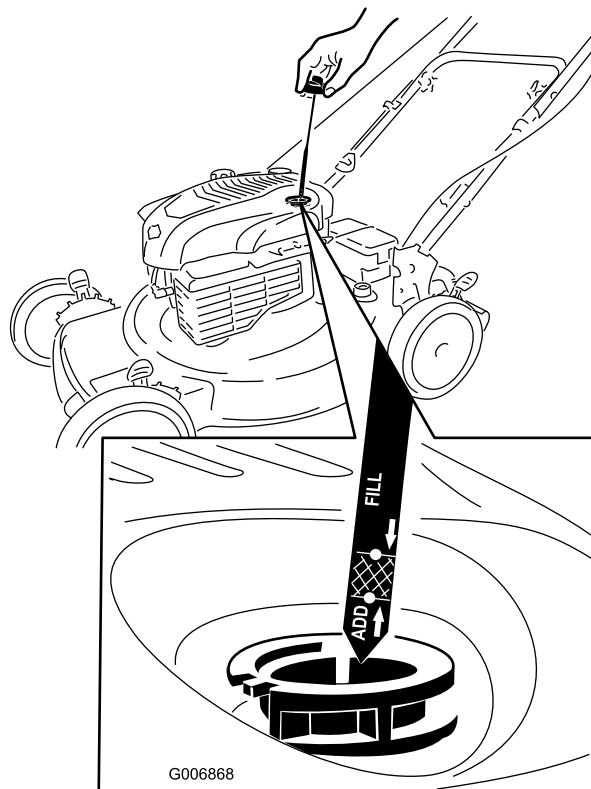

Figure 10
1. Retirez la jauge, essuyez-la sur un chiffon et remettez-la dans le goulot de remplissage (Figure 10).
2. Sortez de nouveau la jauge et contrôlez le niveau d'huile (Figure 10). Si le niveau n'atteint pas le repère **minimum** (Add) de la jauge, versez **lentement** suffisamment d'huile dans le goulot de remplissage pour faire monter le niveau au repère **maximum** (Full). **Ne remplissez pas excessivement.** (Remplissage max. : 0,59 l (20 onces), type : huile détergente SAE 30 de classe de service API SF, SG, SH, SJ, SL ou supérieure.)